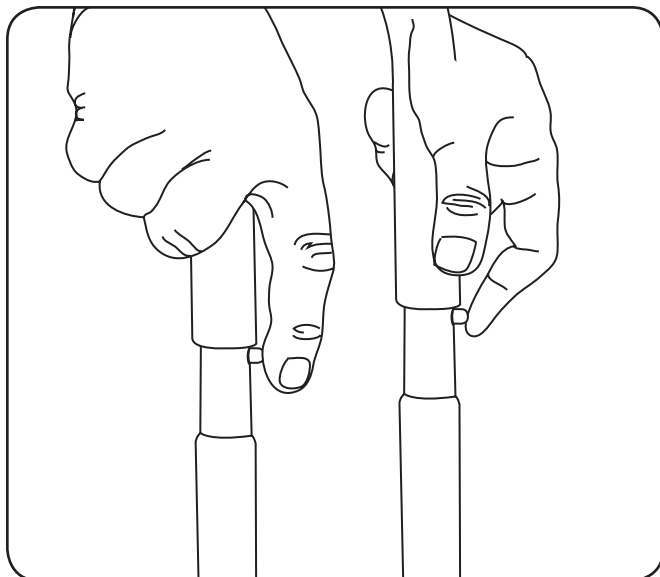

Figure 3-1
1. Placez l'ensemble de poignée sur le cadre, enfoncez les boutons-poussoirs et glissez l'ensemble de poignée dans le cadre jusqu'à ce que les boutons-poussoirs s'enclenchent dans les trous. Voir Figure 3-1.